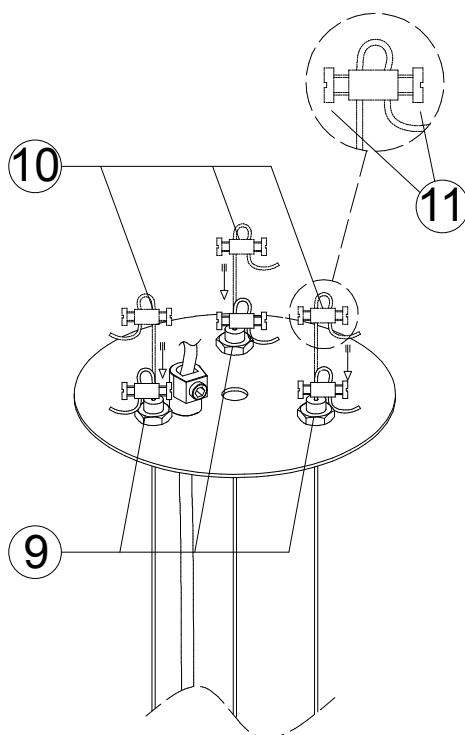

FIG. 3
- When the height is decided, you can lock cable clamps (10) nearest to the latches (9), unscrew (11) and pass the rope through. Lock finally tightening screw (11) (FIG.3).
- Pick one or the glasses (11) and put into bottom holes particulars (12) with washers (13), then set all screwing particulars (14).
- Put newly assembled glass (11) to the lamp body matching pins (15), use washers (13) and particulars (14).
- Put bulbs (16) to the lamp holders (17).
- Now put second glass (11) matching pins (12) and (15), with washers (13) and screwing particulars (14).
- If pins can't match glasses' holes, it is possible to adjust the distance, as shown in picture, unscrewing and re-screwing part (15). Use wrench (18) provided in the kit.
- Raggiunto il posizionamento ottimale della sospensione, è consigliato riposizionare i blocchi cavi di sicurezza (10) più vicini possibile ai saliscendi (9), allentando le viti (11) e facendovi scorrere la fune metallica. Bloccare il tutto avvitando le viti (11) (FIG.3).
- Prendere un vetro (11) ed infilarli nei fori in basso i particolari (12) interponendovi le rondelle in plastica (13), quindi fissare il tutto avvitandoci i particolari (14).
- Infilare il vetro (11) appena assemblato, nei perni (15) presenti nella montatura portalampe, interponendovi le rondelle (13) e fissando il tutto avvitandoci i particolari (14).
- Infilare le lampadine (16) del tipo e potenza indicate nei due portalampe (17) presenti nella montatura.
- Ora infilare il secondo vetro (11) nei perni (12) e (15) interponendovi le rondelle (13) e fissando il tutto avvitandoci i particolari (14).
- Nel caso l'interasse dei perni presenti nella montatura portalampe non corrispondesse con i fori presenti nei vetri, è possibile registrarli come in figura, allentando le due ghiera con la chiavetta (18) inclusa nel kit e spostandoli nella loro sede, leggermente assolata, fino a riportarli all'interasse ideale di 195mm. Verificare direttamente con il vetro che il tutto corrisponda prima di serrarli in posizione nuovamente.
- Wenn die Höhe entschieden wird, können Sie Kabelklemmen (10) am nächsten an der Riegel (9) zu sperren, schrauben (11) und übergeben Sie das Seil durch. Sperren Sie endlich Spannschraube (11) (Abb. 3).
- Liefere einen oder die Gläser (11) und in die unteren Löcher Angaben(12) mit Scheiben (13), dann stellen Sie bitte alle AngabenVerschrauben (14).
- Setzen Sie neu zusammengesetzten Glas (11) zu den Lampenkörperpassende Stifte (15), verwenden Sie Unterlegscheiben (13) und Angaben (14).
- Setzen Lampen (16) zu den Lampenfassungen (17).
- Setzen Sie nun das zweite Glas (11) passenden Stifte (12) und (15), mit Scheiben (13) und Verschrauben Angaben (14).
- Wenn die Stifte nicht mithalten können Gläser 'Löcher, ist es möglich, den Abstand einstellen, wie im Bild gezeigt, Abschrauben und neu Anschrauben Teil (15). Benutzen Sie Schraubenschlüssel (18) mit dem Kit mitgeliefert.
- Lorsque la hauteur est décidé, vous pouvez verrouiller les colliers (10) proche de la loquets (9), dévisser (11) et passer la corde à travers. Verrouillez finalement vis de serrage (11) (figure 3).
- Choisissez un ou des verres (11) et de mettre en détails les trous de fond (12) avec les rondelles (13), puis réglez tous les détails de vissage(14).
- Mettre en verre nouvellement assemblé (11) pour les broches de la lampe du corps de contrepartie (15), des rondelles d'utilisation (13) et détaillé (14).
- Mettez les bulbes (16) pour les supports de lampe (17).
- Maintenant, mettez un deuxième verre (11) faisant correspondre les épingles (12) et (15), avec des rondelles (13) et indications de vissage(14).
- Si les axes ne peut pas correspondre à trous verres », il est possible de régler la distance, comme dans la figure, le dévissage et vissageré-partie (15). Utilisez la clé (18) fourni dans le kit.
- Когда высота определяется, можно заблокировать кабельные зажимы (10), ближайший к защелки (9), открутить (11) и пройти через веревку. Блокировка, наконец, ужесточение винт (11) (рис.3).
- Выберите один или очки (11) и положить на дно данные отверстия(12) с шайбами (13), а затем установит все сведения завинчивания (14).
- Положите вновь собрал стекло (11) в корпусе фары соответствиештифты (15), использование шайб (13) и особенности (14).
- Положите люминесцентные лампы (16) Патроны ламп (17).
- Теперь положите второй стакан (11) соответствия штифты (12) и (15) с шайбами (13) и завинчивания данные (14).
- Если выводы не могут сравниться с отверстиями очка, можно регулировать расстояние, как показано на рисунке, открутив и снова завинчивания части (15). Используйте ключ (18), представленные в комплекте.